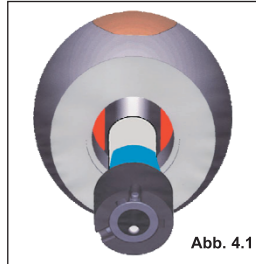

Abb. 4.1
Nehmen Sie jetzt die neue Lampe und schieben Sie diese von der Seite mit den Haltenuten durch die Fassung. Drehen Sie die Lampe so, daß beide Haltestifte des Lampensockels in den Haltenuten der Fassung versinken. Achten Sie darauf, daß Sie nicht mit bloßen Fingern den Glaskolben der Lampe anfassen oder wischen Sie diesen mit einem sauberen Tuch wieder ab. Nehmen Sie nun das Blinkergehäuse und halten Sie es mit der Gewindeöffnung nach oben. Drehen Sie die Fassung mit der Lampe so, daß die beiden Ausrichtestege (in Abb. 4.1 blau) der Fassung zwischen den im Blinkergehäuse sichtbaren halbmondförmigen Anlageflächen (in der Abbildung rot) hindurchgleiten können. Lassen Sie die Fassung mit dem Lampenglas nach unten in die Gewindebohrung gleiten. Nehmen Sie jetzt das Multifunktionssteil (4) und drehen Sie das Blinkergehäuse mit der Hand vorsichtig auf dieses auf. Wenn sich das Multifunktionssteil nicht einschrauben läßt, ist die Fassung nicht richtig im Blinkergehäuse ausgerichtet. Richten Sie in diesem Fall die Fassung mit Lampe neu aus. Drehen Sie das Blinkergehäuse wieder, wie oben beschrieben, auf das Multifunktionssteil. Wenn der Gewindeteller bündig mit dem Blinkergehäuse abschließt, setzen Sie einen 10 mm Maulschlüssel an den Schlüsselflächen des Multifunktionssteiles an und schrauben das Multifunktionssteil fest. Schieben Sie jetzt den Blinker wieder bis zur Hälfte des Befestigungsgummis in den Lenker und verfahren Sie weiter, wie in Kap. 3.4 beschrieben. Vergessen Sie nicht die abschließende, exakte Ausrichtung des Blinkers.